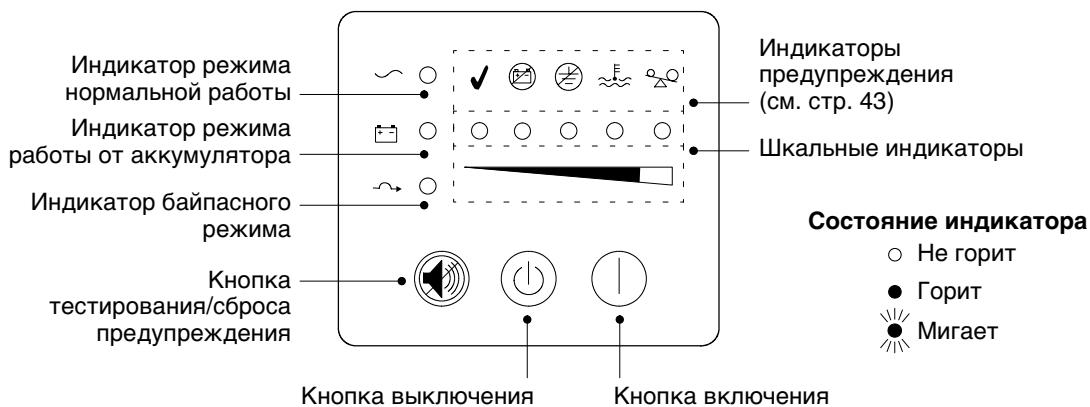

Рисунок 15. Передняя панель ИБП
12. Нажмите Кнопка | включения (см. Рисунок 15 на стр. 18).
После подключения ИБП к сетевой розетке выполняется авто-тестирование и включается режим ожидания. Для включения ИБП нажмите Кнопка | включения на передней панели (см. Рисунок 15 на стр. 18). Загорается индикатор \sim , и шкальный индикатор показывает процент нагрузки на ИБП.
Индикаторы на передней панели ИБП Powerware 9125 указывают состояние ИБП. Рисунок 15 показывает индикаторы и средства управления передней панели ИБП.